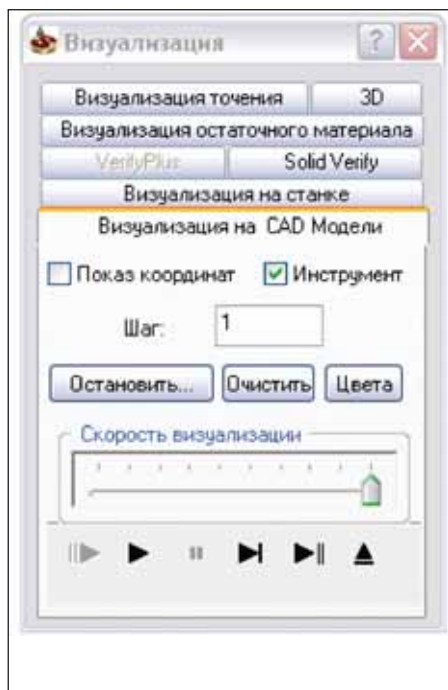

Рис. 1
**Шаг 1.** Для визуализации всего полученного нами на предыдущих занятиях проекта обработки в InventorCAM Manager (ICM) щелкните правой клавишей мыши (ПрКМ) на разделе *Переходы* → *Визуализация*. Откроется диалоговое окно *Визуализация*, содержащее вкладки с режимами визуализации (рис. 1) и кнопки с управлением процессом визуализации (рис. 2).